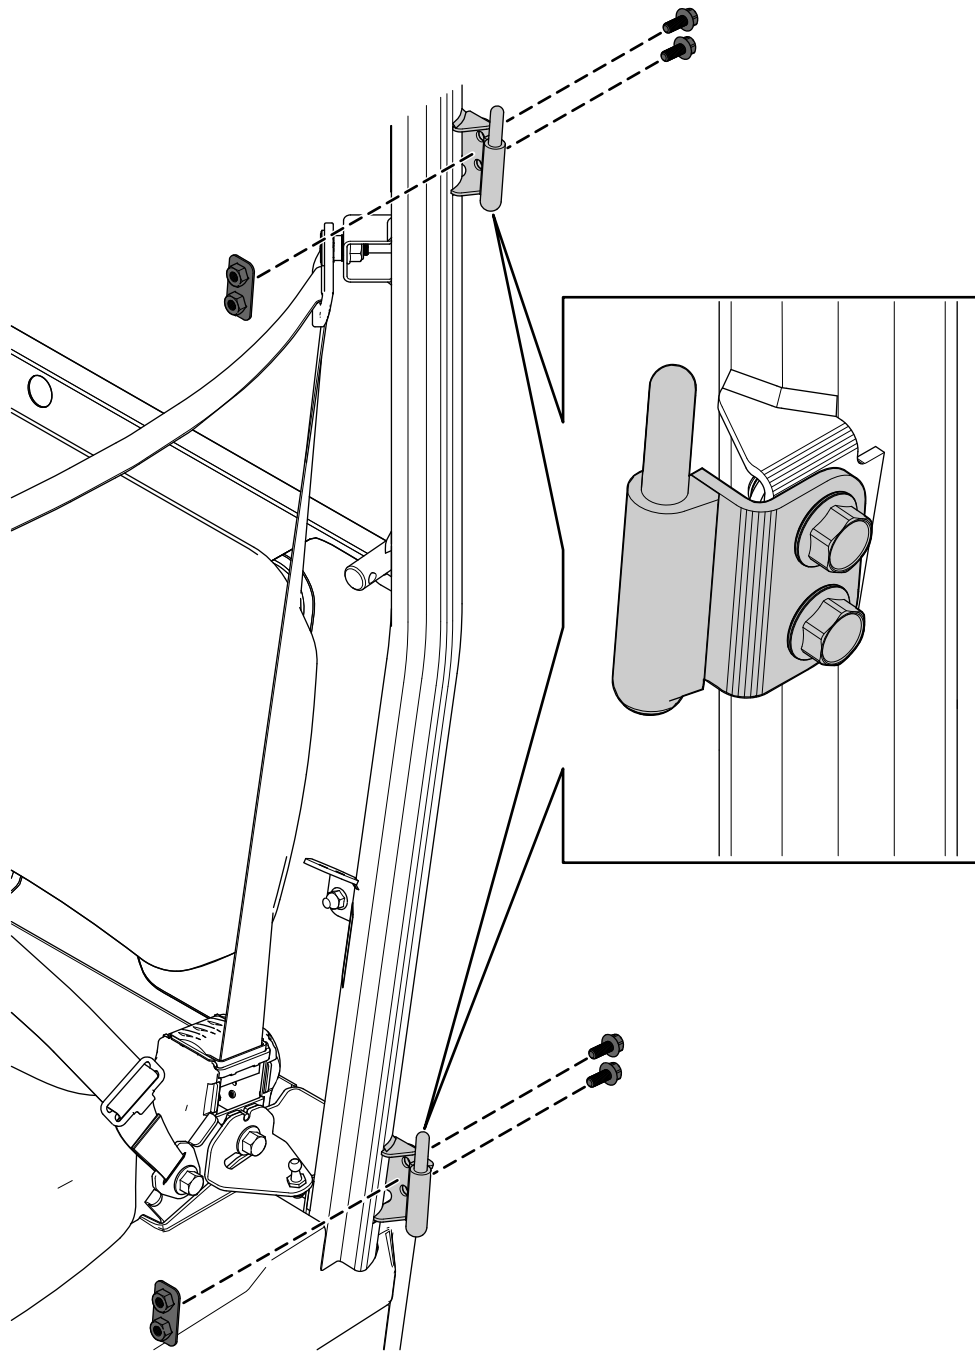

図 5
1. 左側ドア蝶番2個を、ROPS のドアピボットブラケットに仮止めするフランジヘッドボルトM8 x 20 mm4本とナットプレート2枚を使用する 図 5。
8. ドアが ROPS と適切に整列していることを確認したら、 図 5 のフランジヘッドボルトM8 x 20 mm4本を